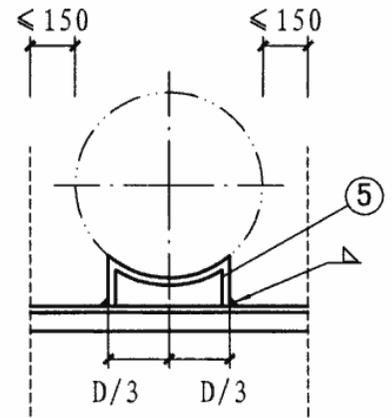
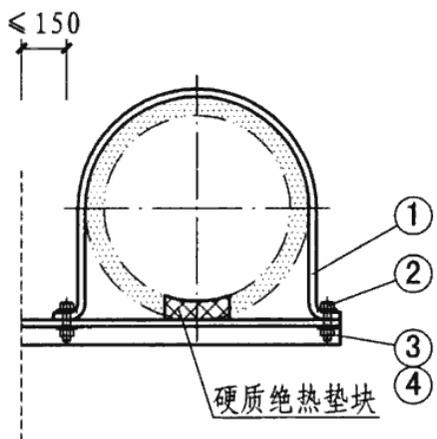

图8
图1
- 注: 1. 图1~图4中虚线表示墙边或柱边, 适应于本图集第9~12页的安装形式。图5~图8中虚线表示墙边、柱边或吊杆中心线, 适应于本图集第13~14页的安装形式。
2. 图4、图8局限于风管直径 $D \leq 1000$ 。